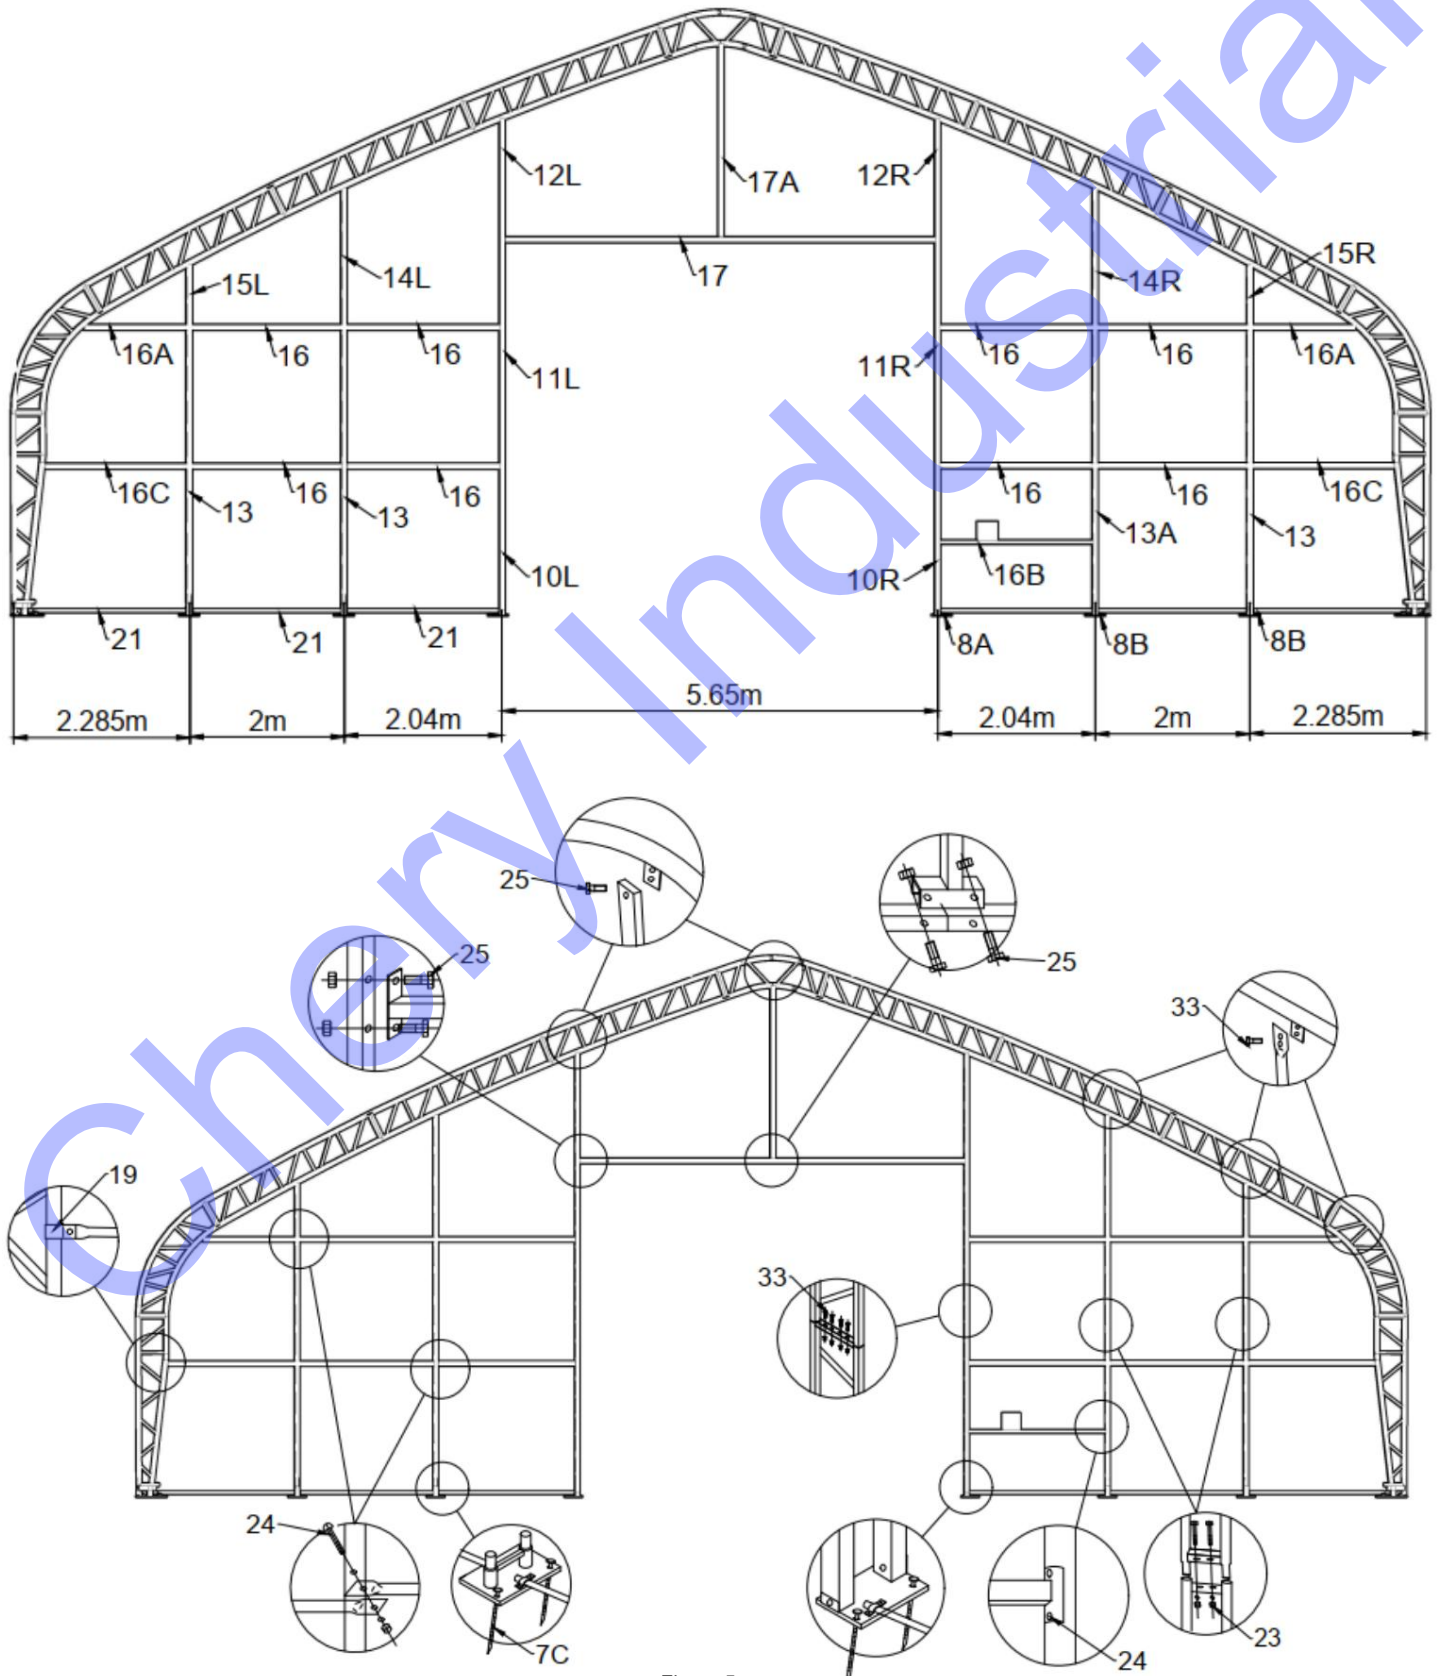

Figure 5
1. Insérez les tubes dans la porte (pièce n° 26) dans la porte mécanique avant et arrière à travers les poches sur les couvercles (voir Figure 5), assemblez la porte avant à l'aide du boulon 10x90 (n° 25) et des clips (n° 19), pliez bien le couvercle sur le cadre et tendez le couvercle, enfin rangez les couvercles de la porte avant à l'aide de la corde (n° 29).
2. Même méthode pour assembler la porte arrière. (Voir Figure 5,6)